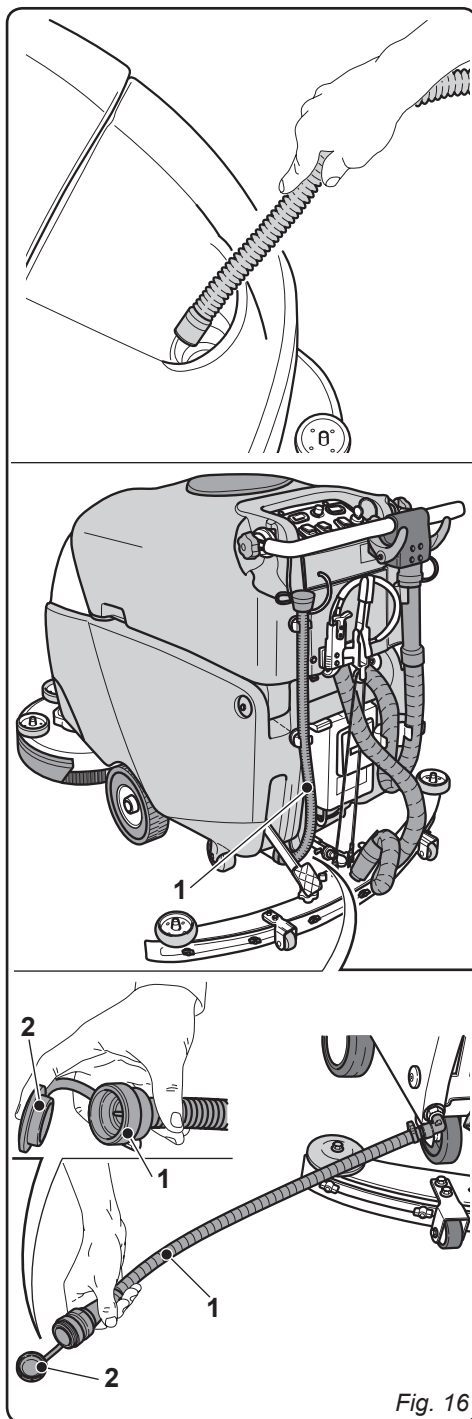

Fig. 16
10.1.a - Vidange et nettoyage du réservoir d'eau propre (Fig. 16)